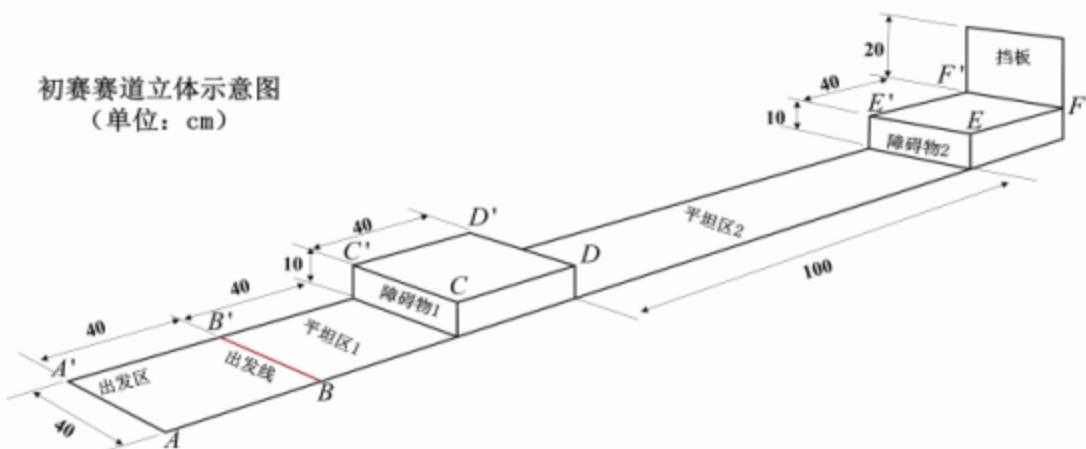

图1初赛赛道立体示意图
1) 赛道包括出发区、平坦区1、障碍物1、平坦区2、障碍物2五部分，模拟月球或火星的地形地貌。赛道尺寸如图1所示：赛道宽度40cm；平坦区2长度为100cm，其他各段长度均为40cm；障碍物1和障碍物2的高度均为10cm。如参赛选手选择不攀爬障碍物2，可以把障碍物2换为挡板。